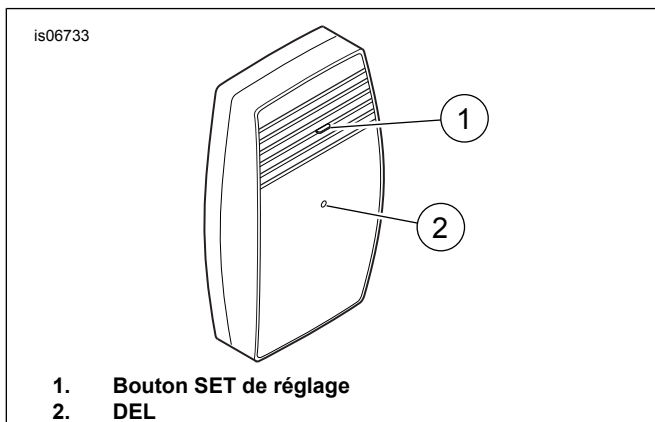

Figure 33. Récepteur du ouvre-porte de garage, vue avant
4. Consultez Figure 33 . Maintenez enfoncé le bouton de réglage (1) sur le **récepteur** du ouvre-porte de garage Harley-Davidson. La diode (2) du récepteur clignote en continu pendant qu'on appuie sur le bouton SET de réglage.